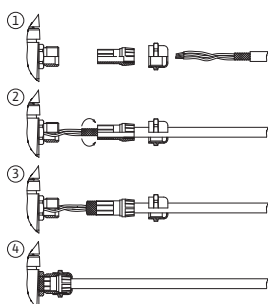

Fig. 25: Supporto schermato
La schermatura viene collegata al modulo elettronico con il passacavo. Vedi Fig. 25.
Occorre schermare i cavi dell'ingresso digitale, degli ingressi analogici e della comunicazione via bus mediante il pressacavo metallico del passacavo (Fig. 19, pos. 4, 5 e 6). Per la schermatura vedi Fig. 25.